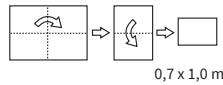

Abbildung 3
3. Legen Sie die „Teppichheizung“ flach auf den Boden. Falten und Überlappungen sind, wenn die „Teppichheizung“ in Betrieb ist, unbedingt zu vermeiden (siehe Abbildung 3).